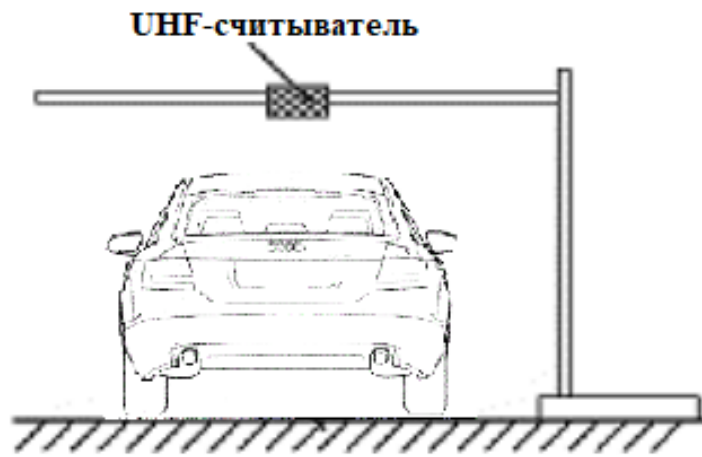

Рисунок 3.
2. Расстояние считывания 13-15 м. (рисунок 3)